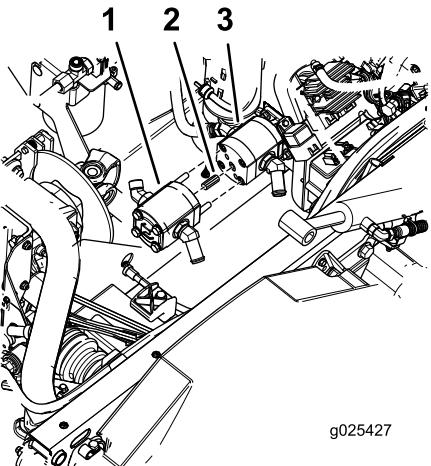

Figura 7
4. Utilizando os 2 pernos compridos, monte a bomba de alto fluxo na bomba existente (Figura 7).